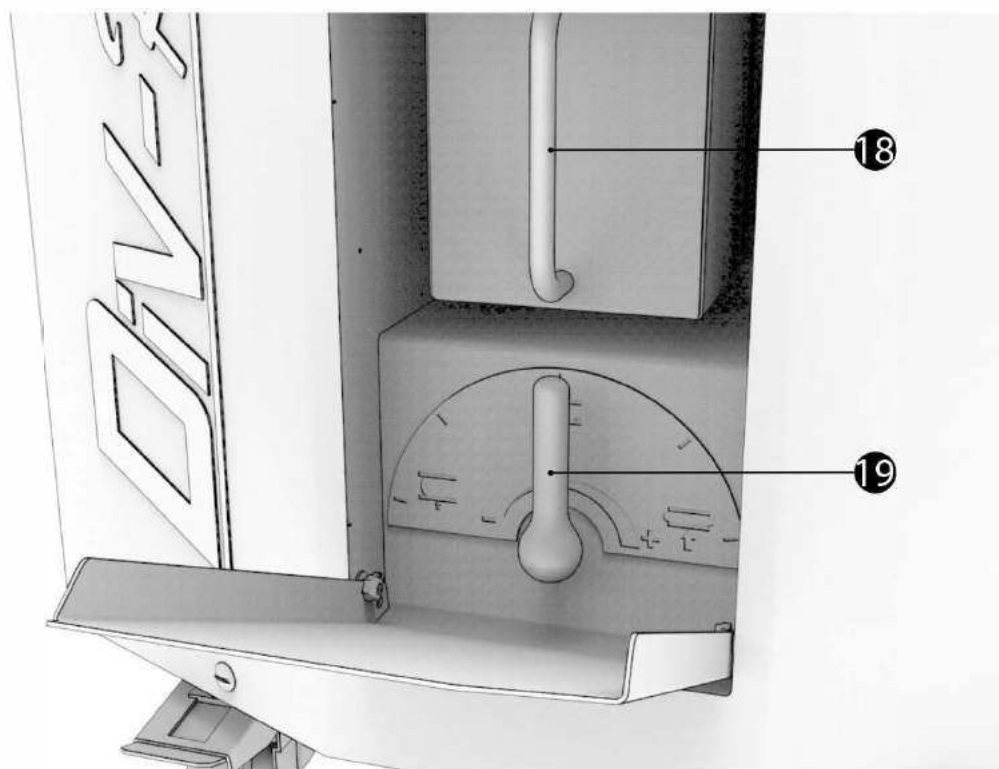

fig.7
- B - صب الدقيق في منطقة ملء منفضة الدقيق (fig.7, n°25).
- D - اضبط معدل تدفق منفضة الدقيق باستخدام المؤشر المنزلق (fig.7, n°26).